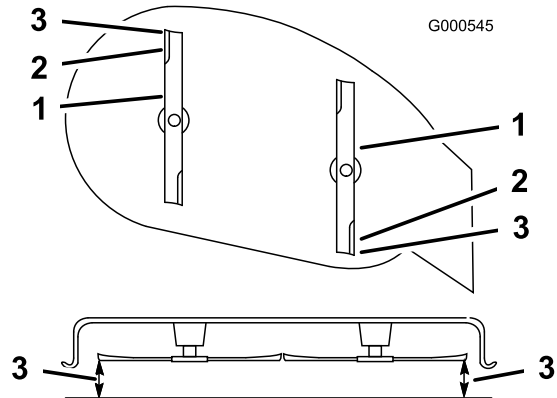

Bild 43
5. Stellen Sie die Schnitthöhe auf die Stellung **D** (76 mm) und drehen Sie die Messer vorsichtig, sodass sie nach vorne und hinten zeigen (Bild 43).
6. Messen Sie zwischen der Messerspitze vorne und hinten und der ebenen Fläche (Bild 43). Stellen Sie die vordere Sicherungsmutter ein, wenn die vordere Schnittmesserspitze nicht um 1,6–7,9 mm tiefer liegt als die hintere.
9. Prüfen Sie noch einmal die Neigung in Längsrichtung. Stellen Sie die Mutter ein, bis die vordere Schnittmesserspitze um 1,6–7,9 mm tiefer liegt als die hintere Spitze (Bild 43).